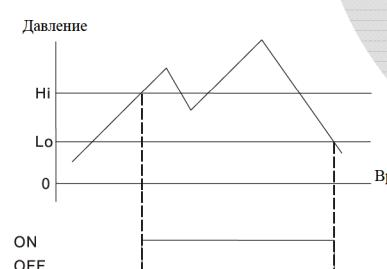

Рис. 2: Гистерезисный режим работы выходов
2. **Гистерезисный режим.** При заданных порогах давления Hi/Lo, когда измеренное давление превысит значение верхнего порога (Hi), выход включится, а когда давление станет меньше значения нижнего порога (Lo), выход выключится. (См. рис.2.)